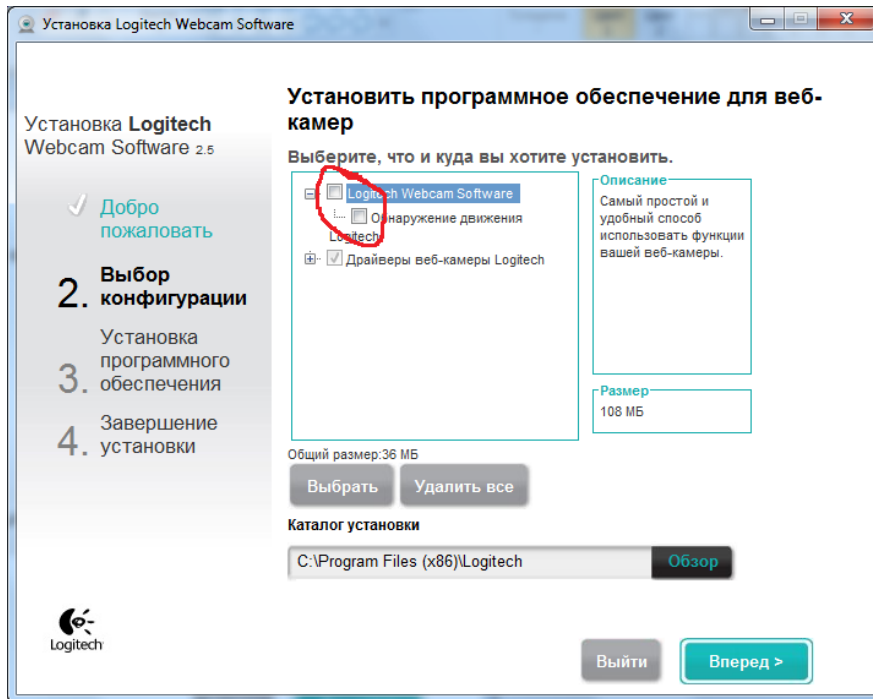

Рисунок 15.4
4. При появлении следующего окна необходимо убрать отметки с пунктов «Logitech Webcam Software» и «Обнаружение движения» (Рисунок 15.4).